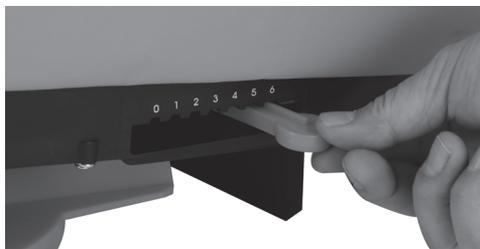

FIGURE 3
- Tournez continuellement la poignée dans le sens des aiguilles d'une montre et marchez à un rythme constant pour aider à épandre les semences uniformément. Pour régler la porte coulissante, appuyez sur le levier de commande pour atteindre le réglage souhaité. (Voir Figure 3)